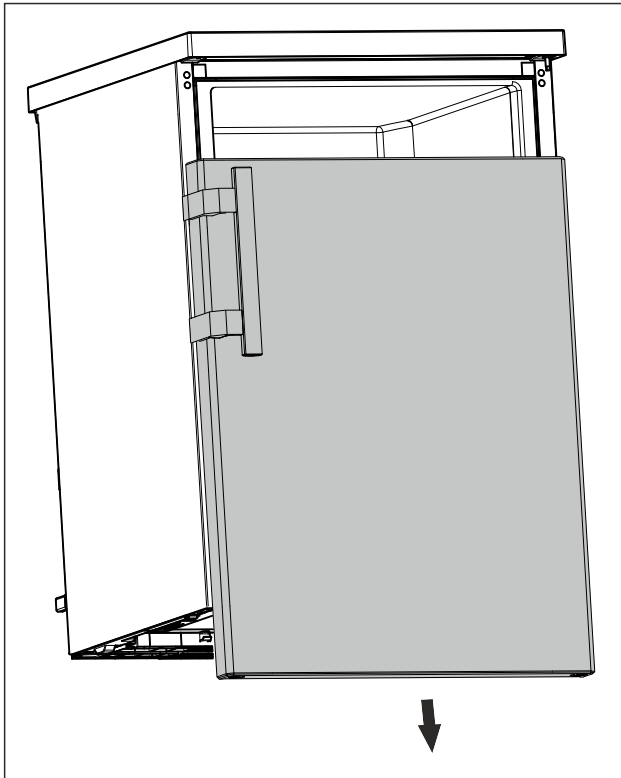

Fig. 13
- Снимите дверь движением вниз. (см. Fig. 13)